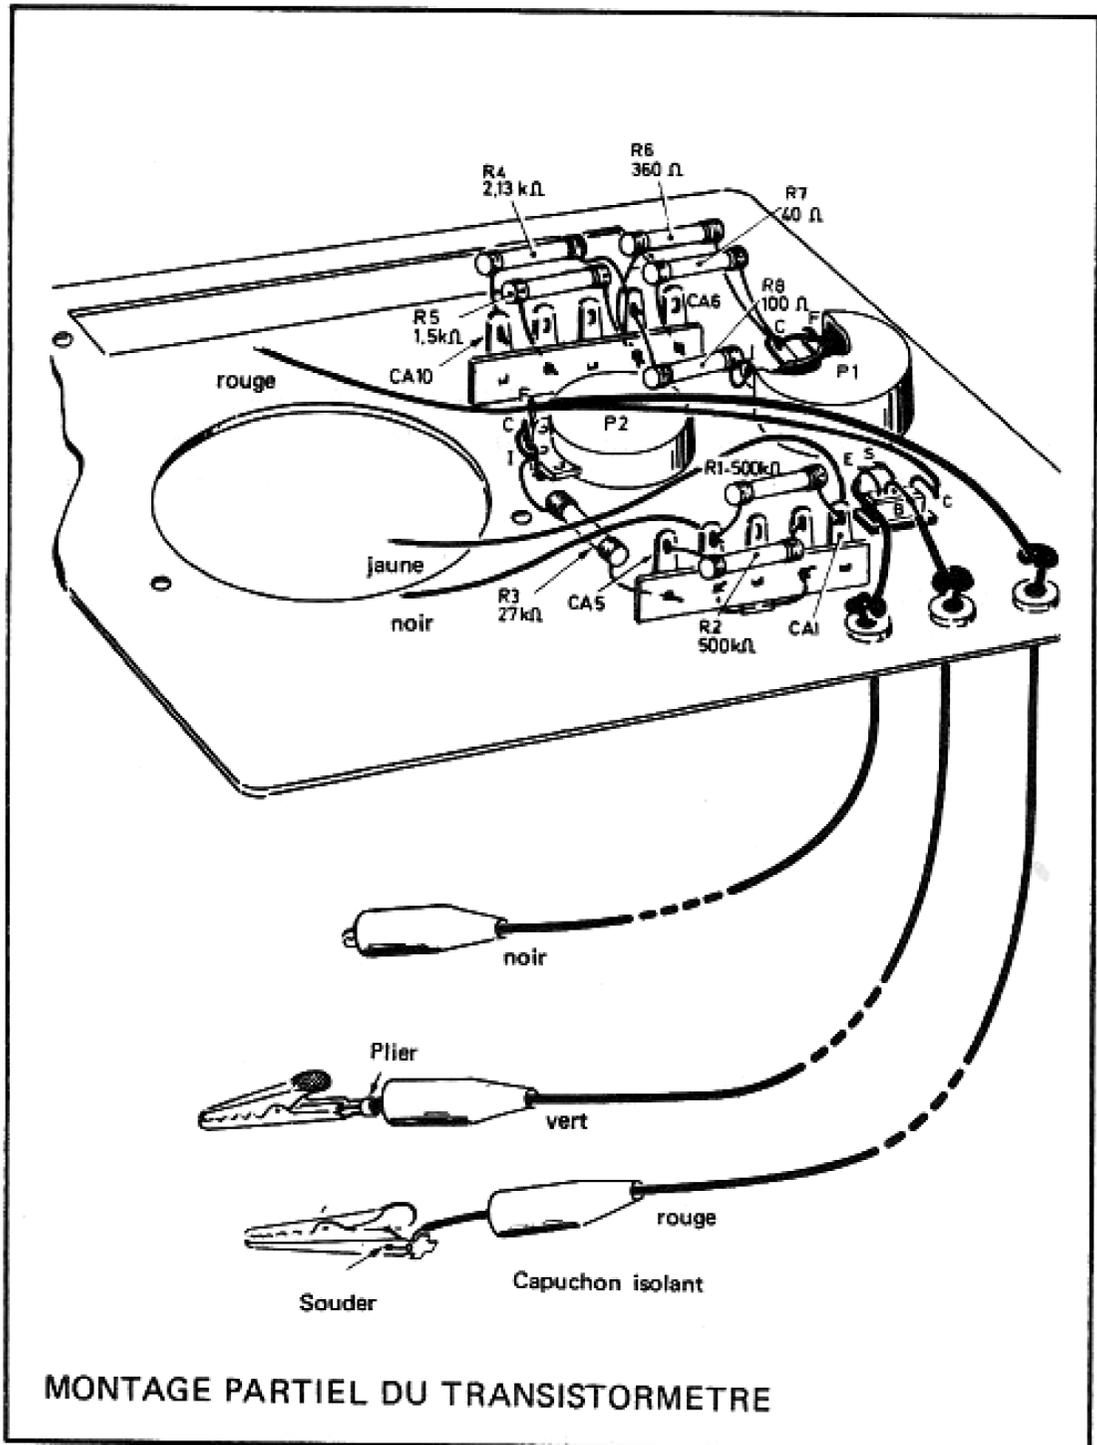

Figure 4
Le montage électrique consiste à câbler les éléments représentés figure 4.
c) **PRENEZ UN FIL SOUPLE ROUGE DE 0,5 mm² de section** ; faites passer une extrémité de celui-ci dans le **PASSE-FILS C** et tirez vers vous, de façon à ce que le fil, du côté de la face interne interne, ait une longueur de **90 mm** (figure 4).
SOUDEZ ensuite à l'extrémité de chaque fil, une **PINCE CROCODILE** isolée (voir figure 4).